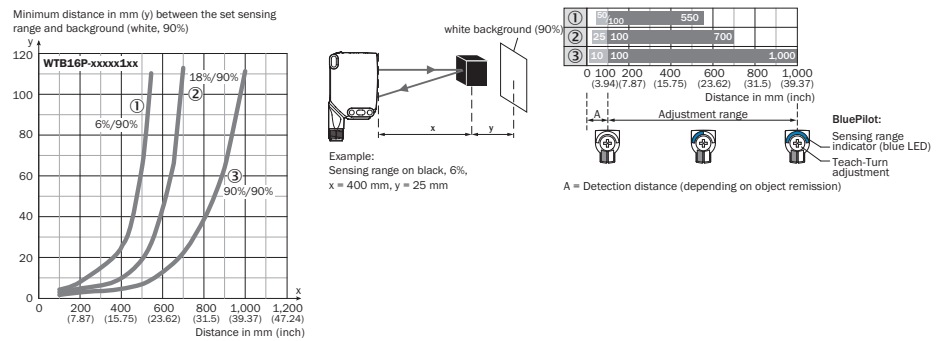

Figura 63: Curva característica 1, WTB16P-xxxx1xx, luz roja
La distancia mínima (= y) para la supresión de fondo se puede determinar a partir del diagrama [figura 63 ①] tal como sigue: